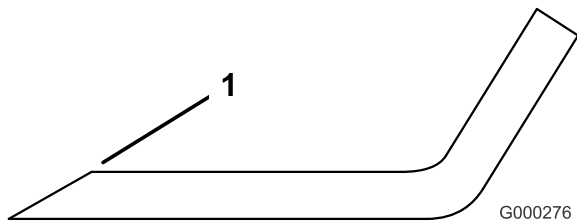

Bild 56
1. Schärfen Sie die Schnittkante an beiden Enden des Schnittmessers mit einer Feile (Bild 56). Behalten Sie den ursprünglichen Winkel bei. Das Schnittmesser behält seine Auswuchtung bei, wenn von beiden Schnittkanten die gleiche Materialmenge entfernt wird.